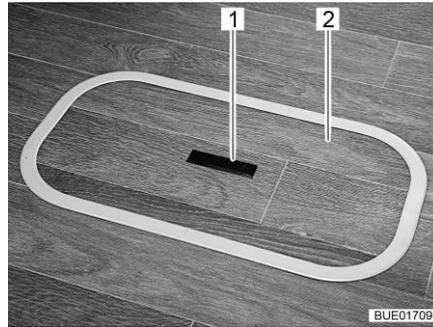
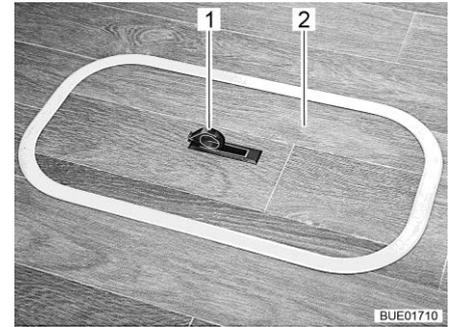

Fig. 87 Cubierta del compartimiento del fondo (tirador hundido)
Fig. 88 Cubierta del compartimiento del fondo (tirador girado hacia fuera)
- Presionar hacia abajo un lado de la placa de agarre (Fig. 87,1). El tirador (Fig. 88,1) girará hacia arriba.
- Quitar la cubierta (Fig. 87,2 ó bien Fig. 88,2) hacia arriba.